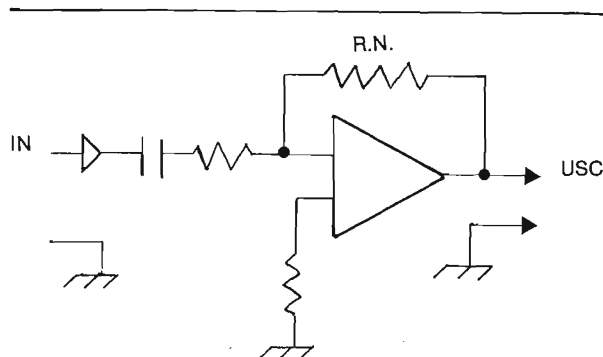

Fig. 1
- La reazione negativa, da cui dipendono grandemente le caratteristiche del filtro va *all'ingresso invertito* dell'amplificatore operativo (fig. 1 A).
Fig. 1 - Il filtro attivo deriva dalle variazioni di guadagno per certe frequenze, ottenute agendo sulla reazione negativa e/o positiva. Questa è la configurazione di base «dell'amplificatore invertente».